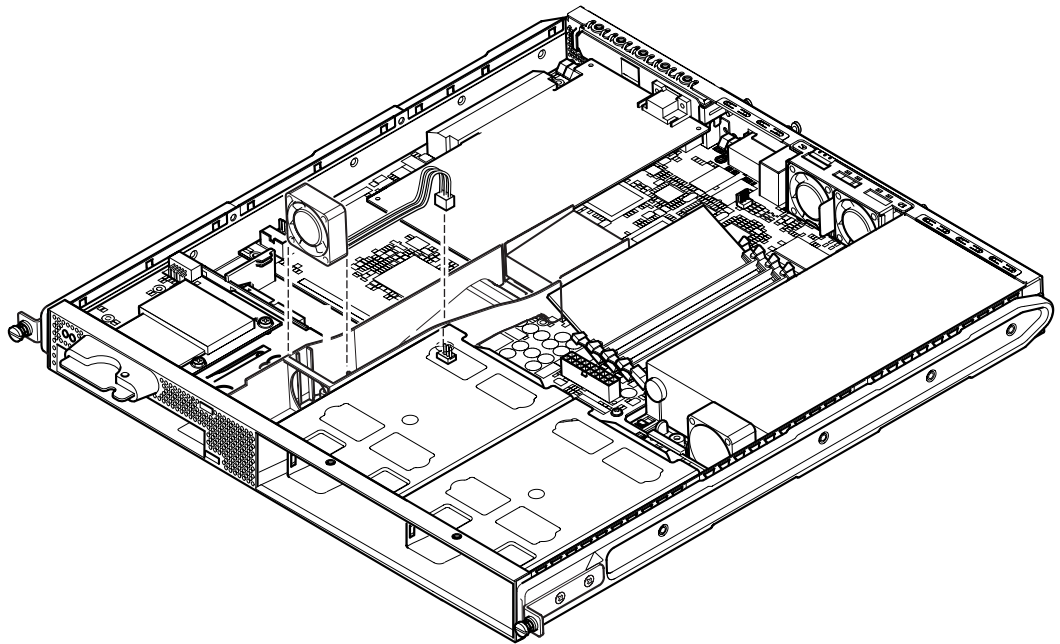

ABBILDUNG 11-11 Abziehen des Stromkabels für Lüfter 3 und Herausnehmen des Lüfters
2. Sobald der Server geöffnet ist, auf einer Antistatikmatte steht und Sie ein ordnungsgemäß geerdetes Antistatikarmband angelegt haben, ziehen Sie das Stromkabel von Lüfter 3 ab (siehe ABBILDUNG 11-11).